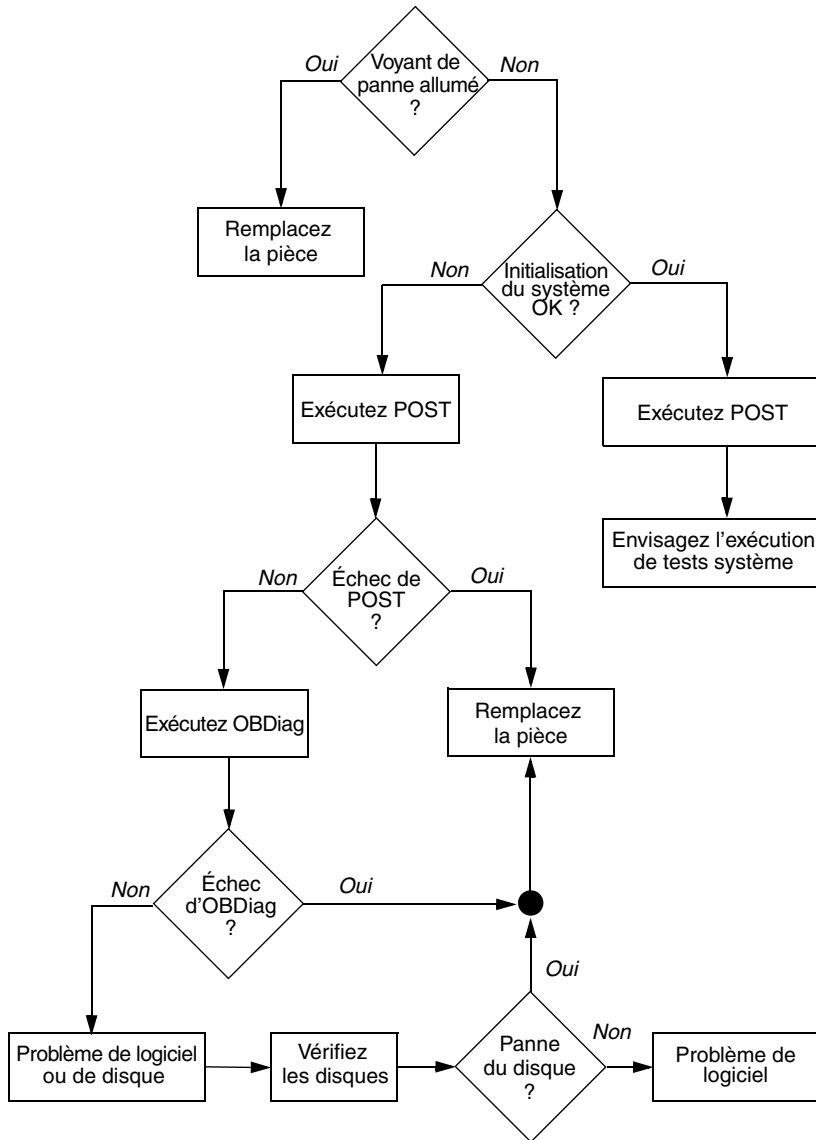

FIGURE 3-1 Choix d'un outil pour isoler les pannes matérielles
- En revanche, si le système *démarre*, utilisez un outil plus complet. La FIGURE 3-1 illustre un processus d'isolation de panne typique.